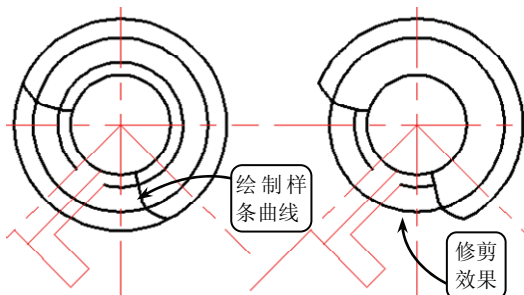

图 3-43 绘制样条曲线并修剪圆
⑱ 单击【样条曲线】按钮, 绘制如图 3-43 所示的两条样条曲线。然后单击【修剪】按钮, 选取这两条样条曲线为修剪边界, 修剪直径为 $\Phi 85$ 圆的轮廓线。